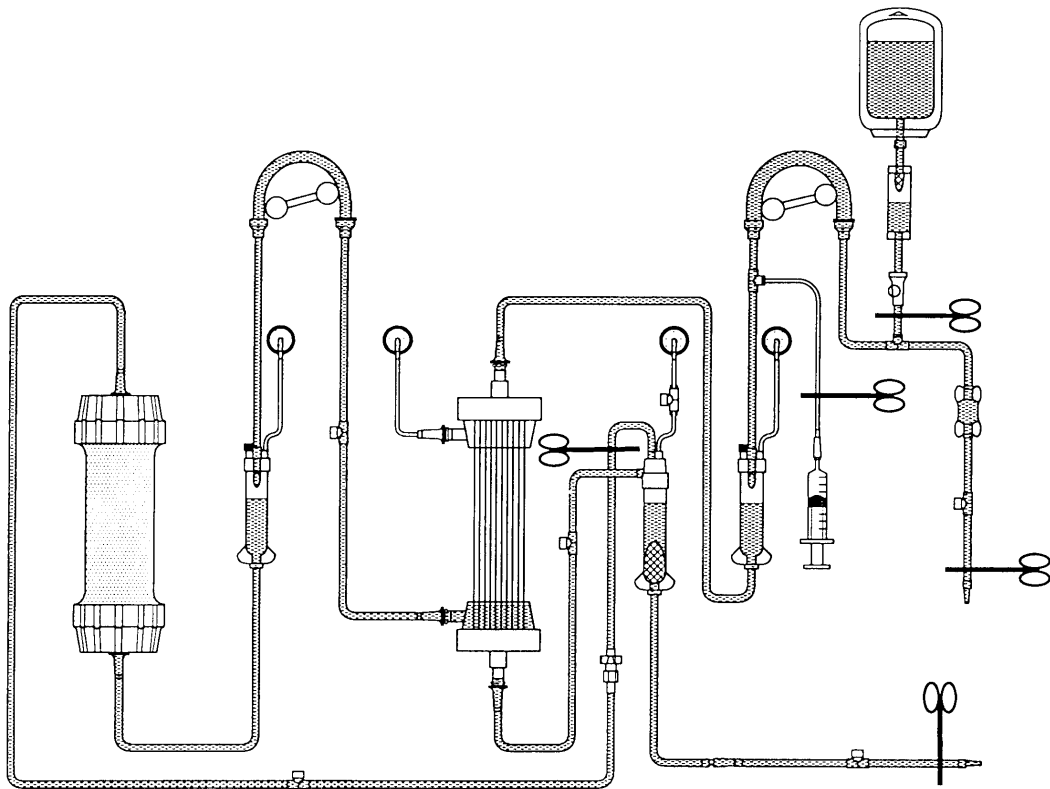

図 20 血漿吸着法の充填洗浄の終了
9) ヘパリン加生食にて全体の洗浄・充填が終了したら各ポンプを停止する。輸液ライン、静脈側患者接続部付近をゴム鉗子で閉止する(図 20)。
②治療開始および治療中